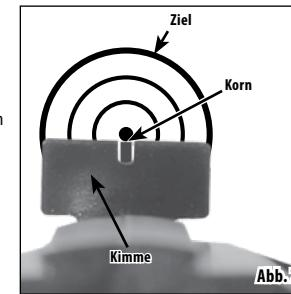

Abb. 7
- Das Luftgewehr ist korrekt ausgerichtet, wenn das Korn exakt in der Mitte des Schlitzes der Kimme positioniert ist. Die Spitze des Korns sollte mit der Oberseite der Einkerbung der Kimme gleichauf liegen. Die Zielscheibenmitte sollte visuell auf der Spitze des Korns ruhen. (Abb. 7)